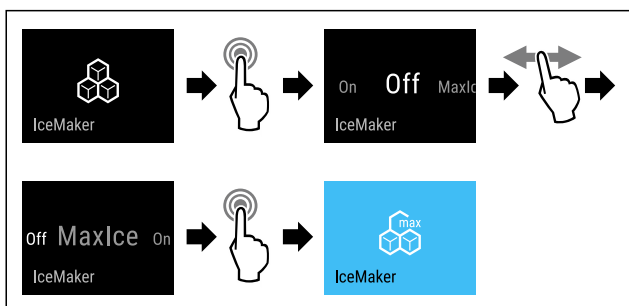

Fig. 20
- ▶ Stappen (zie Fig. 20) uitvoeren.